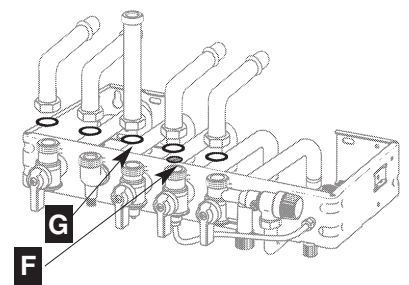

Abb.11
- die verschiedenen Gasdichtungen anbringen **G** (Gummi), dann den Wasserfilter **F** auf der Kaltwasserzufuhr anbringen und die Anschlussrohre am Gasrohr beginnend festschrauben (Abb. 11)